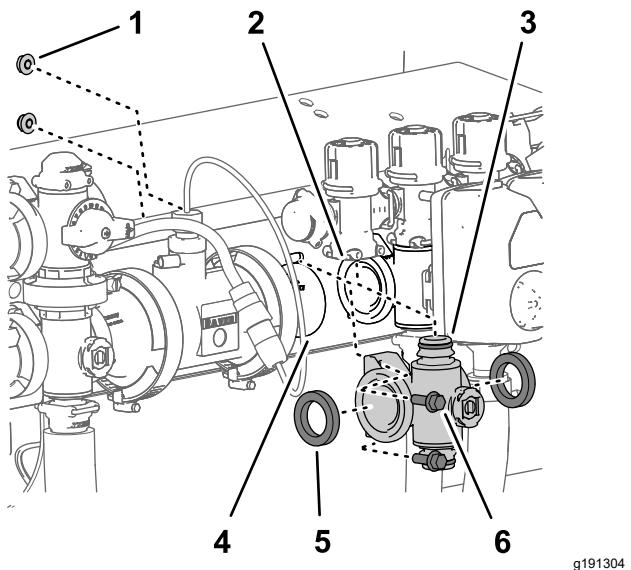

Рисунок 117
4. На коллекторах клапанов левой и правой секции выверните 2 болта с фланцем ($\frac{1}{4}$ x $\frac{3}{4}$ дюйма) и 2 фланцевые контргайки ($\frac{1}{4}$ дюйма), которые крепят коллектор клапана секции к опоре клапана (Рисунок 117).
5. Чтобы освободить доступ к перепускному клапану секции, переместите коллектор клапана секции и прокладки вниз и в сторону от машины (Рисунок 117).